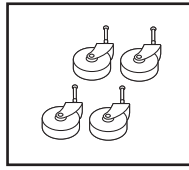

**FIGURA 2**
2. Eleve la cubierta del depósito utilizando la manija sobre la parte superior de la cubierta como se muestra en la **FIGURA 2.**